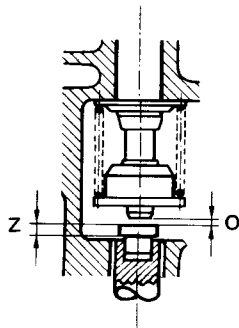

Bild 5
Ventilspiel (O, Bild 5) mit einer Fühlerlehre zwischen Ventilschaft und Stößelkopf messen. Der Stößel muss auf unterem Totpunkt stehen; d.h. das Ventil muss geschlossen sein. Die Stößelköpfe gibt es in verschiedenen Bodendicken (Z) von 1,9 mm bis 4,5 mm, in Abstufungen von 0,10 mm. Bei Bestellung gewünschte Bodendicke (Z, Bild 5) angeben. Durch Auswechseln der Stößelköpfe wird das Ventilspiel eingestellt.